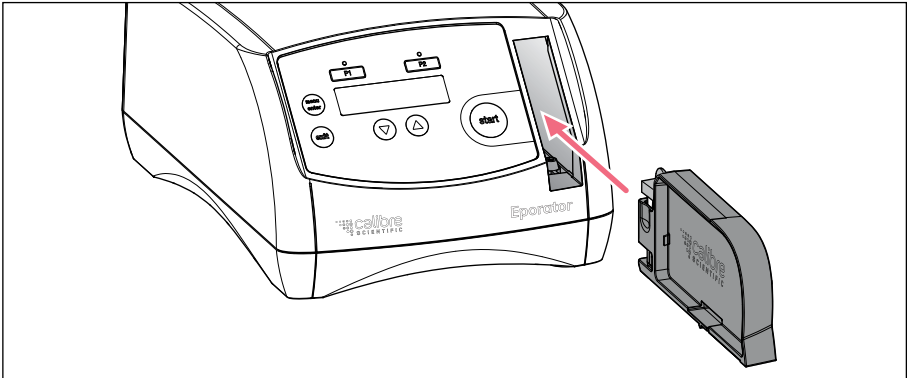

Abb. 5-4: Küvetteneschub einsetzen
7. Einschub in den Küvetteneschub des Eporator schieben, bis er einrastet (Abb. 5-4 auf S. 42).